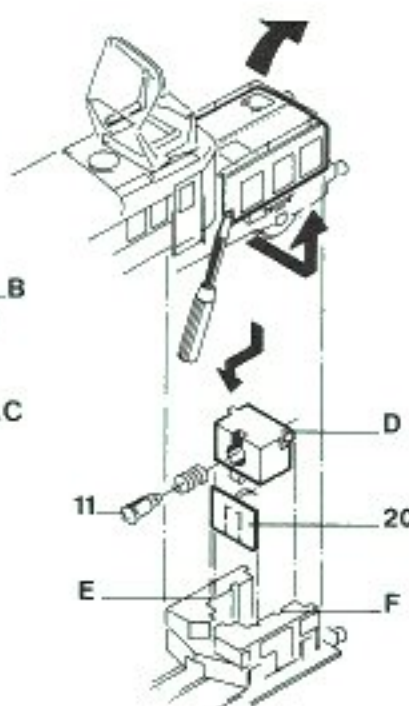

Abb. 3
Vorbaugehäuse (Abb. 3) am hinteren Ende mit kleinem Schraubenzieher seitlich aufspreizen, hochkippen und nach oben abziehen.
Lampenwechsel (Abb. 3)
(18) Kupplung	40 0626 00 09
(19) Puffer	74 0610 00 03
(20) Kontaktplatte (Abb. 3)	41 2917 23 15